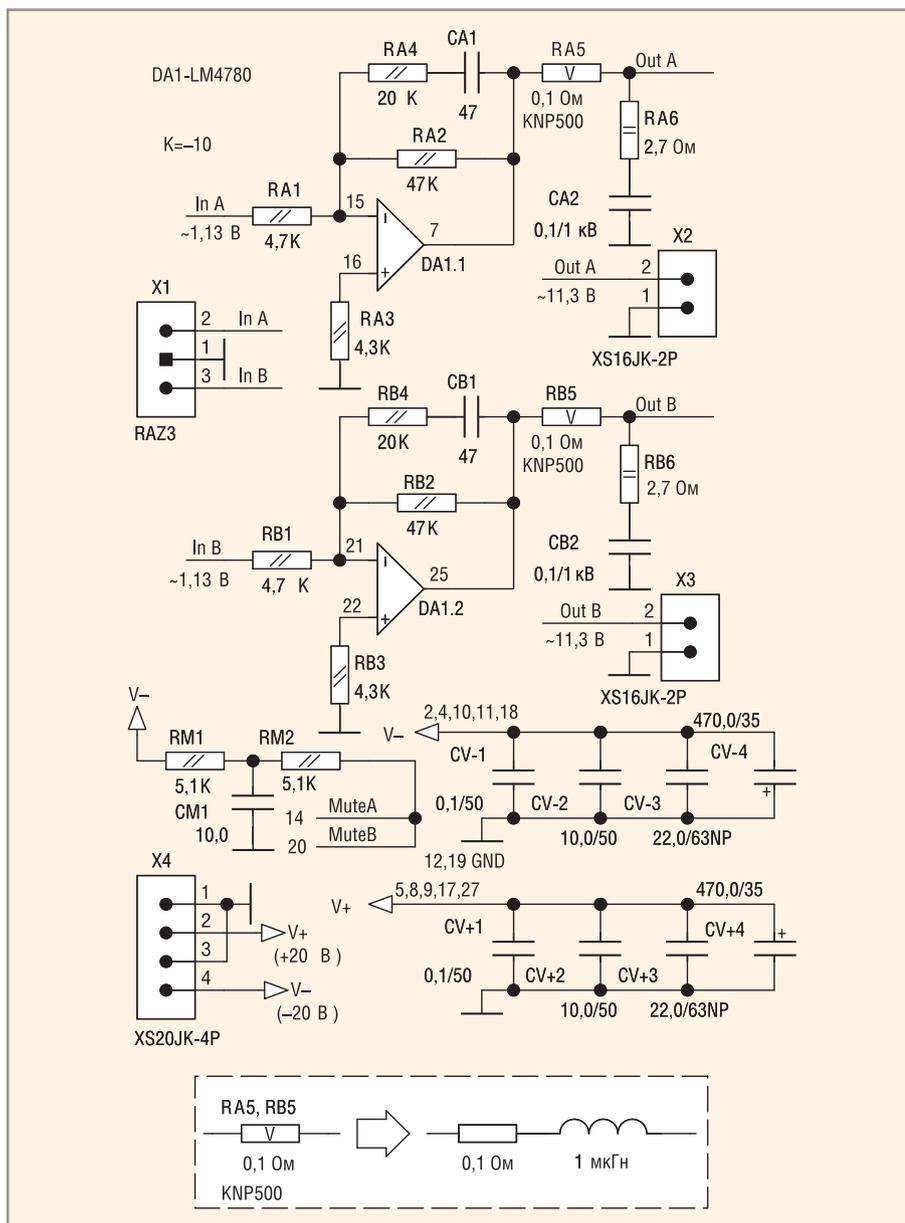

Рис. 8. Принципиальная электрическая схема УМЗЧ на базе ИС LM4780
- При подсоединённых нагрузочных резисторах номиналом 3,9 Ом (50 Вт) к выходным разъёмам усилителя (разъёмы X2 и X3, см. рис. 8) подключаем цифровой вольтметр.